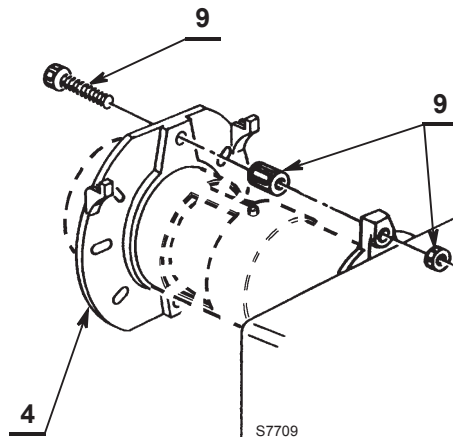

Abb. 9
- Am Flansch 4)(Abb. 9) die Schraube und die beiden Muttern 9) einsetzen.